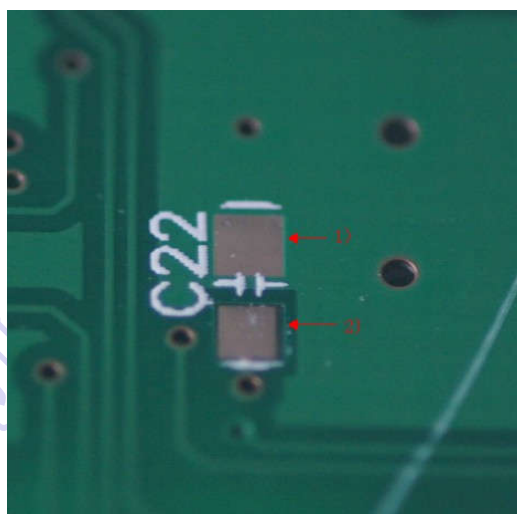

图 59
5) 客户投诉说用 0805 封装画的图，两个管脚在原理图中是一样大的，实物板上却大小不一，如图 59 所示，明显“1)”管脚大于“2)”管脚，以下分析哪项是正确的 (D)